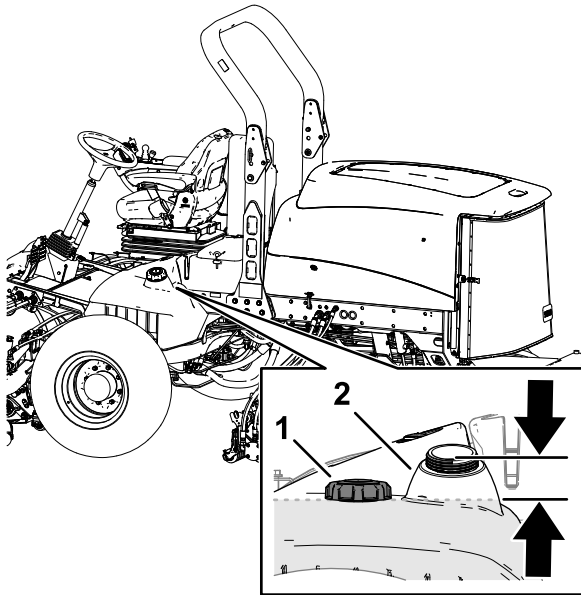

Bild 39
3. Nehmen Sie den Deckel vom Kraftstofftank ab (Bild 39).